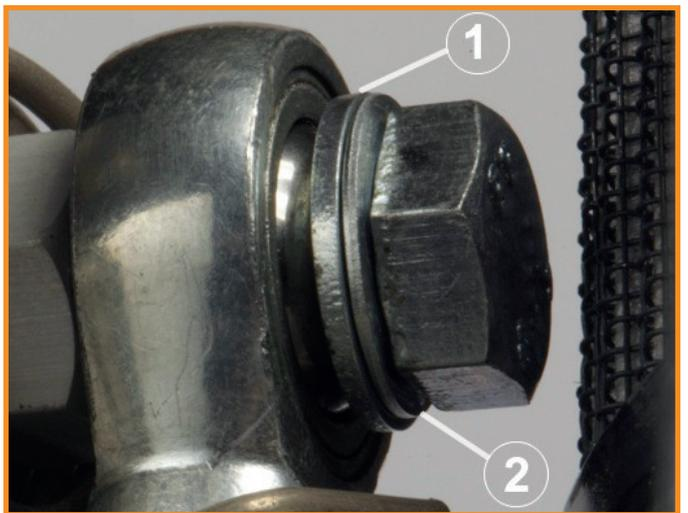

Fig. 12
- Then hold the crossbar towards the right heim joint and use the M8x25 screw (Pos.1, Fig.12) with the washer and spring washer (Pos. 2, Fig.12) to tighten it up.
- Im 2. Schritt legen Sie die rechte Seite der Stange am rechten Gelenkkopf an. Klemmen Sie dabei die Rückholfeder (Fig.11) unter Vorspannung hinter den Gelenkkopf. Fixieren Sie jetzt die Stange mit einer M8x25 Schraube plus Scheibe (Pos.1, Fig.12) und Federring (Pos. 2, Fig.12) am Gelenkkopf und ziehen Sie die Schraube fest.